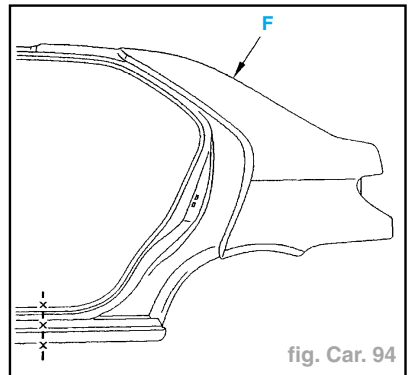

fig. Car. 94
- Tracer, découper la partie inférieure du côté d'habitacle partie arrière (fig. Car. 94).
- Préparation du côté d'habitacle partie arrière "F" (fig. Car. 94).